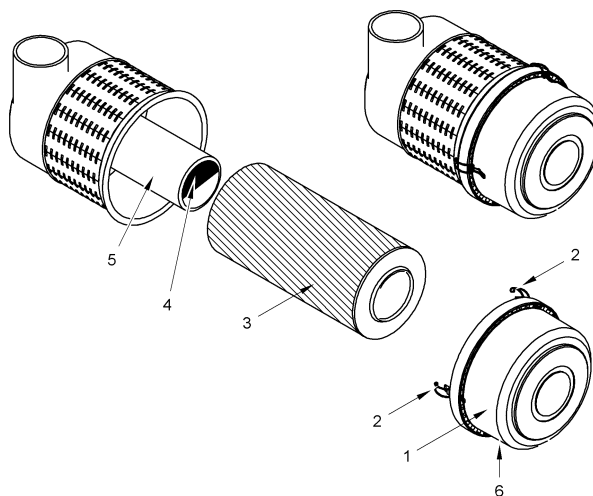

Fig. 12 Filtro de ar da estrutura
1	Abra as braçadeiras de trava (2) na Fig. 12 da cobertura do filtro de ar (1) e retire a cobertura do filtro de ar.